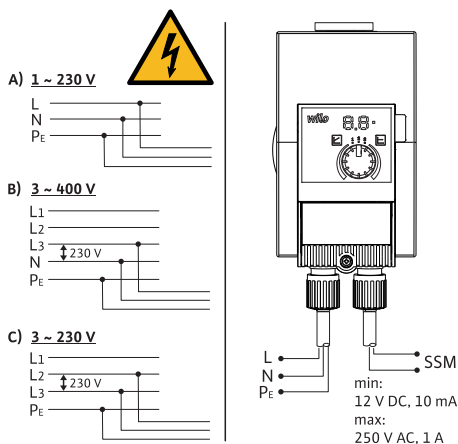

Fig. 3: Possibilità di allacciamento
- Collegare a reti a bassa tensione da 230 V. In caso di collegamento a reti IT (Isolé Terre) accertarsi assolutamente che la tensione fra le fasi (L1-L2, L2-L3, L3-L1 → Fig. 3) non superi i 230 V.